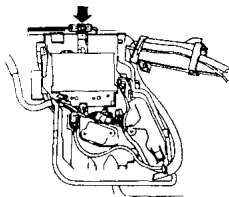

图 1-4 安全气囊供电接线器位置
- ① 断开蓄电池接地线并将电极盖住使之绝缘。
- ② 对 90 和敞篷车型,断开红色供电接线器,该接线器位于驾驶员侧仪表板下盖的后面
③ 对 A6、S4、S6 和 100 车型,断开如图 1-4 所示在乘员侧地板处电器盒上部的标记有气囊 (Air Bag) 字样的红色供电接线器